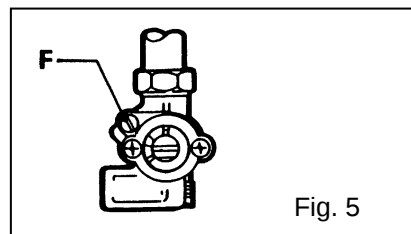

Fig. 5
5.1.3 Regolazione dei minimi (Fig. 5)